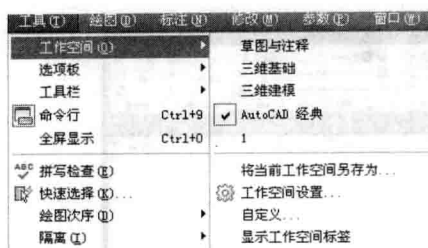

图 1-4 “工具”菜单
- ✧ 单击菜单“工具”→“工作空间”下一级菜单选项，如图 1-4 所示。